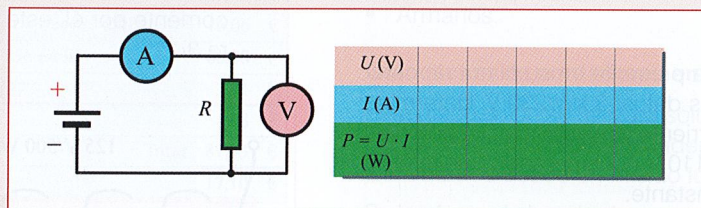

Figura 3.7.
- 3.1. Medida de la potencia eléctrica.** Con los datos obtenidos en las lecturas del voltímetro y del amperímetro de la Actividad de comprobación práctica en el laboratorio 2.1, calcula la potencia que le correspondería a las resistencias utilizadas en dicha actividad (Figura 3.7).